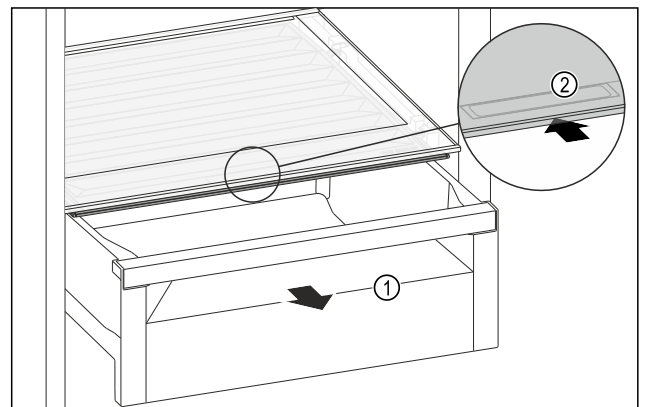

Fig. 111
- Estrarre il cassetto Fig. 111 (1).
- Afferrare la maniglia incassata *Fig. 111 (2)* sul coperchio dello scomparto e spingere allo stesso tempo all'indietro il coperchio dello scomparto.